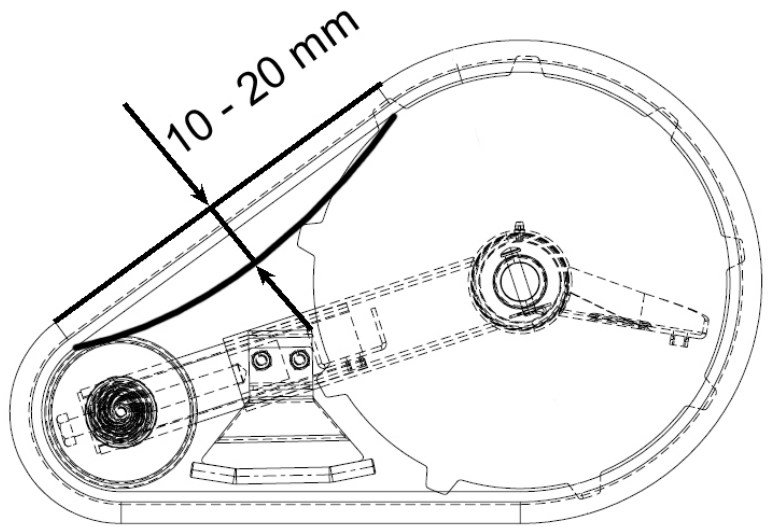

Figura 28
4. Avvitare la vite per aumentare la tensione del cingolo, svitarla per allentarla. Il cingolo deve flettere 10 – 20 mm (Figura 28).